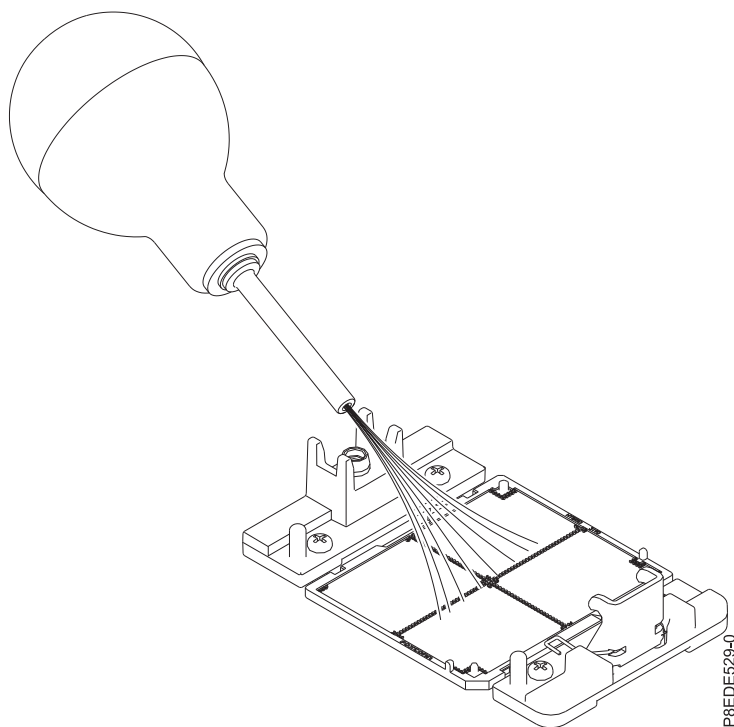

Figura 13. Removendo poeira e fragmentos do soquete do processador do sistema
- a. Se houver poeira ou fragmentos no soquete do processador do sistema, use a bomba de ar fornecida (número de peça 45D2645) para limpar o soquete. Solte pequenas rajadas de ar do centro para os lados do soquete, conforme mostrado em Figura 13 na página 14.